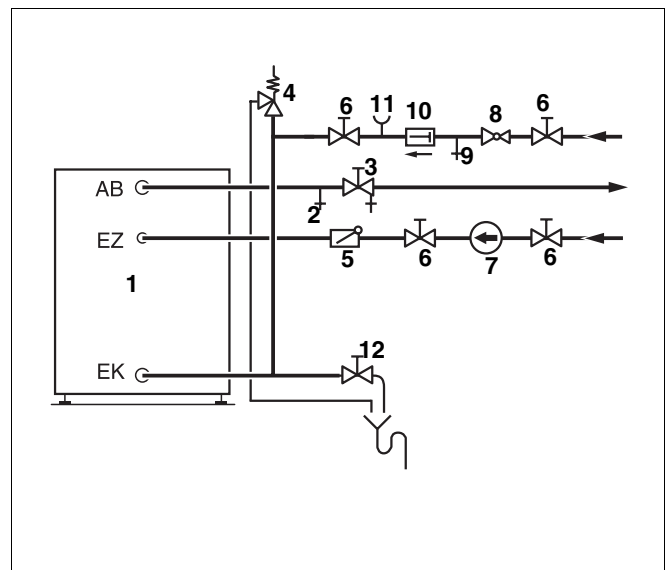

Fig. 3 Installation et équipement des conduites d'eau chaude sanitaire
Installation et équipement des conduites d'eau chaude sanitaire selon la fig. 3 et en tenant compte des prescriptions légales ou réglementations éventuelles.
- Monter la soupape d'aération et de purge dans la conduite d'eau chaude sanitaire avant la soupape d'arrêt (fig. 3).